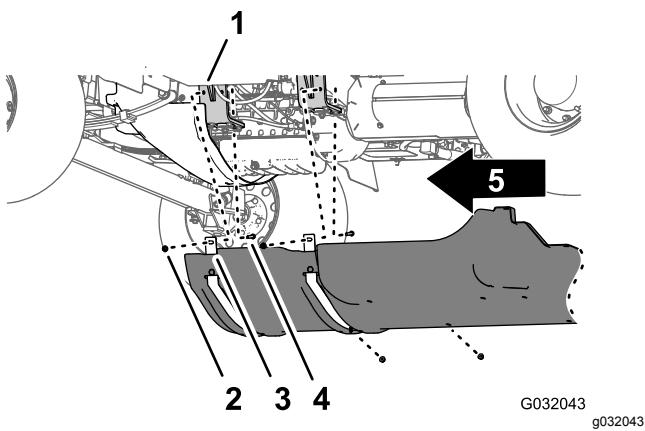

Figure 65
1. Alignez le carénage de soubassement sur le châssis inférieur de la machine (Figure 65).
2. Glissez les brides de montage avant du carénage de soubassement par dessus les boulons et les boulons de carrosserie sur les supports du moteur de la machine (Figure 65).
3. Fixez le carénage de soubassement aux supports du moteur et aux boulons (Figure 65) à l'aide des 4 contre-écrous à embase (5/16") que vous avez retirés à l'opération 2 de Dépose du carénage de soubassement \(page 4\).